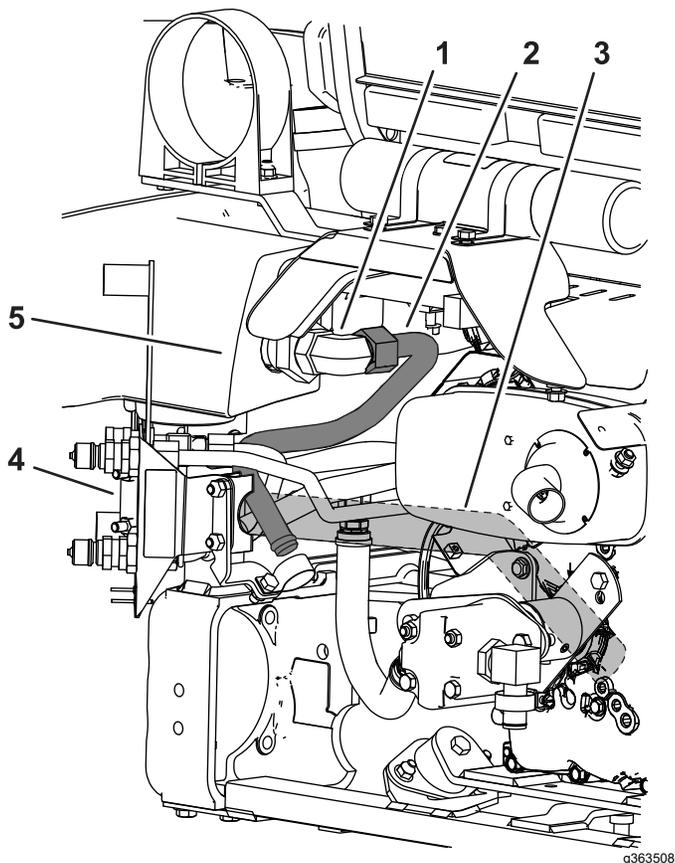

図 25
4. 図 25 に示すように、油圧ライン3番を機体に位置決めする。
5. ストレーナと油圧オイルタンクに取り付けた大きい90度エルボに、油圧ライン3番を取り付ける 図 25。